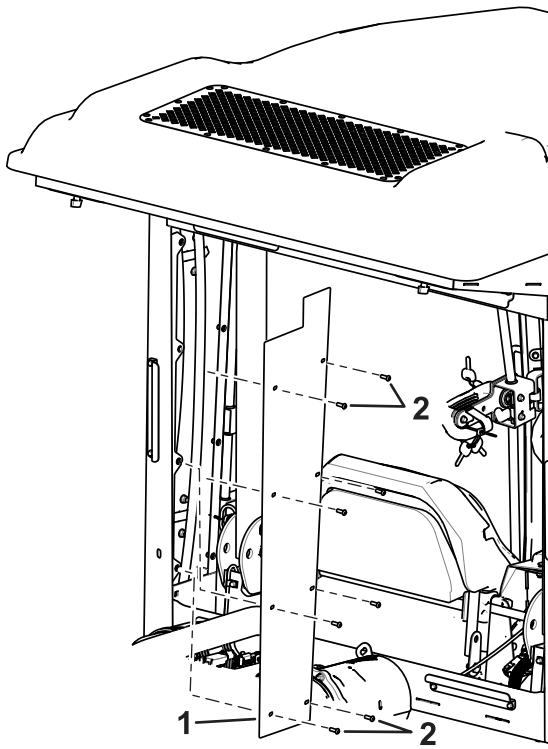

Figure 10
1. Déposez les panneaux gauche et droit de l'intérieur de la cabine, comme montré à la Figure 10.